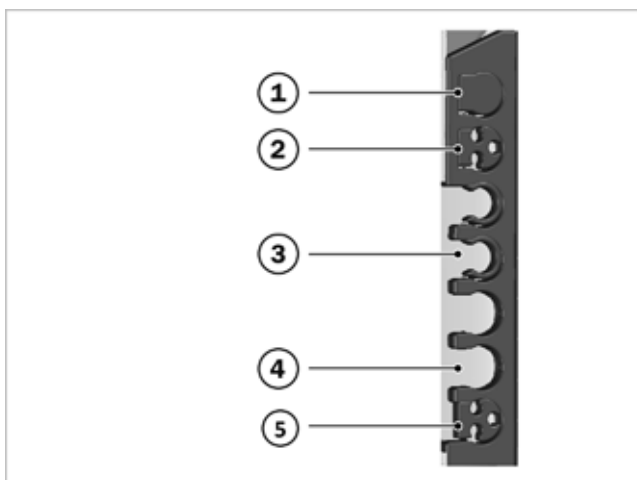

Fig. 41: inserti dei tubi passanti
4. Posizionare l'altra estremità con una riduzione da 3 (vedere ➔ Fig. 41, 2) in modo che passi attraverso un
2. Montare la tubazione del gas con una riduzione da 3 (vedere → Fig. 41, 2) attraverso uno dei passaggi superiori, sul lato destro o sinistro del telaio.